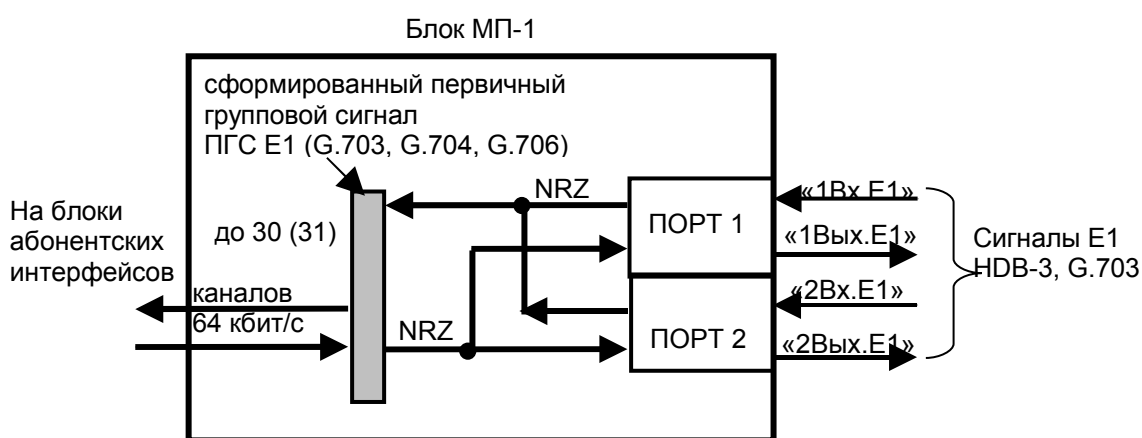

Рисунок 4.1
- для установленного в блоке режима резервирования электрических вх./вых. Е1 - смотри рисунок 4.1;